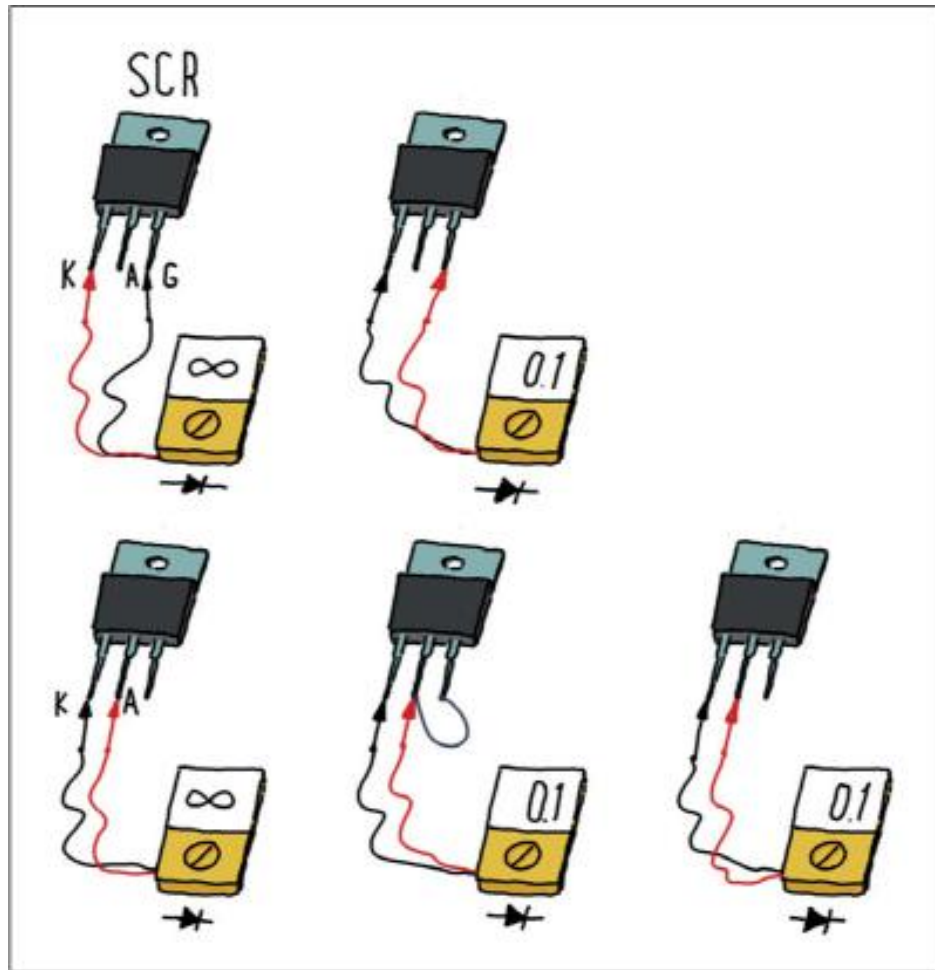

Figura 3.95 – Secuencia de comprobación de un SCR con un tester.
Los SCR tienen tres terminales: ánodo (A), cátodo (K) y puerta (G). En muchos casos, sobre todo en los paquetes tipo TO-220, están situados en el orden KAG, pero, para estar seguros, consulten siempre las especificaciones. Los SCR se comportan como los diodos, controlados por el terminal de la puerta. Para comprobarlos no se necesita ningún instrumento especial: pueden utilizar un tester o un multímetro en la función de prueba de diodos. El proceso que hay que seguir es el siguiente (pueden verlo también en la figura 3.95):